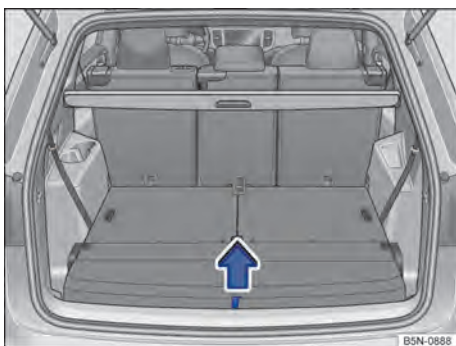

Fig. 179 No compartimento de bagagem: levantar o assoalho do compartimento de bagagem.
- Puxar o assoalho do compartimento de bagagem para cima pelo laço → Fig. 179 na direção da seta e remover.